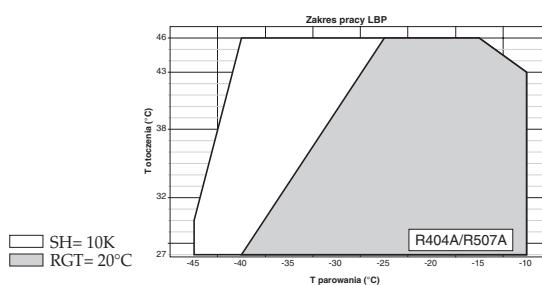

Fig. 1
- Agregaty skraplające mogą być używane tylko i wyłącznie do celów zgodnych z ich przeznaczeniem i w warunkach zgodnych z ich dopuszczalnym zakresem pracy (patrz rys.1).